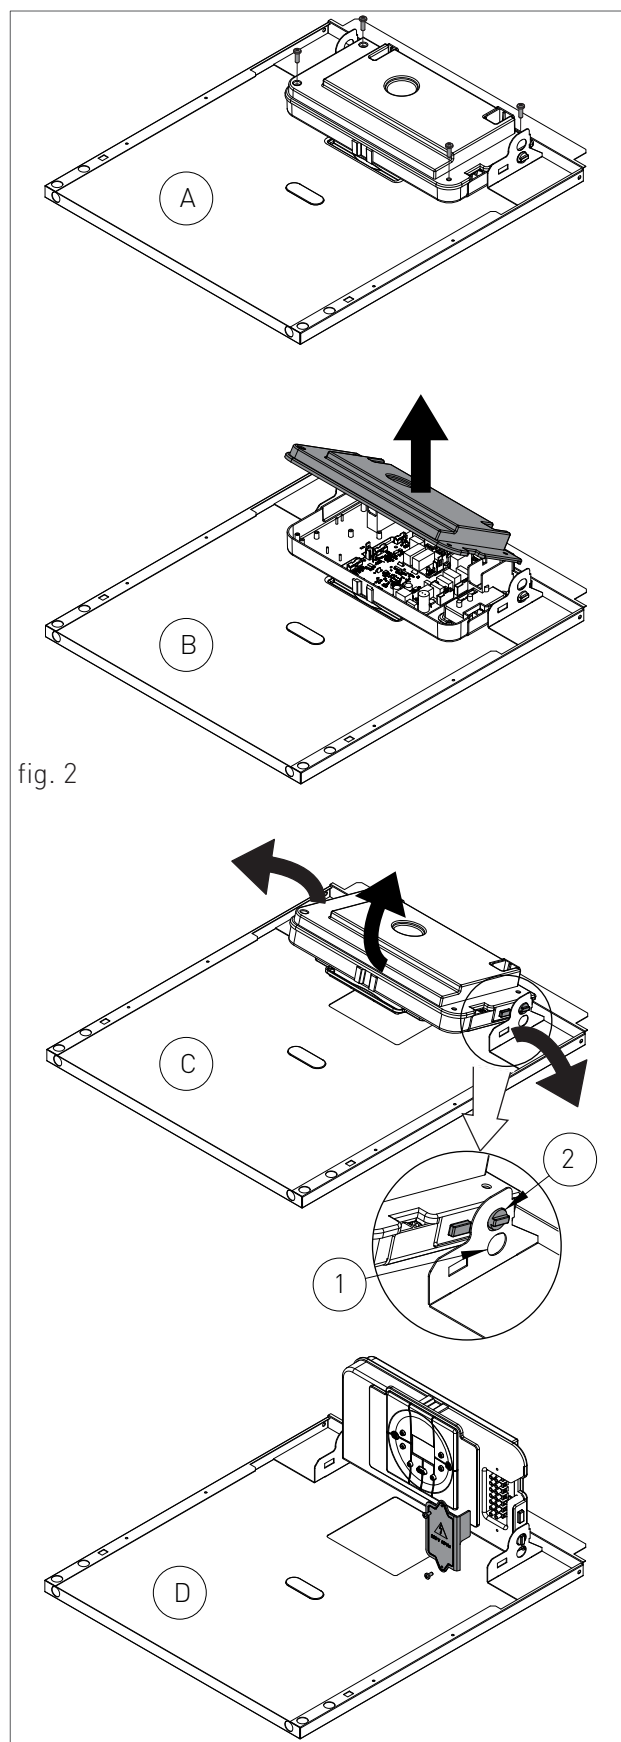

fig. 2
- > svitare le quattro viti di fissaggio (vedi A - fig. 2);
- > rimuovere il carter verso l'alto (vedi B - fig. 2).
- > Afferrare contemporaneamente le staffe di supporto del pannello comandi (vedi C - fig. 2) allargandole, e spostare il pannello comandi dalla posizione '1' alla posizione '2' (vedi dettaglio, C - fig. 2);
- > svitare le due viti e rimuovere il piastrino (vedi D - fig. 2).